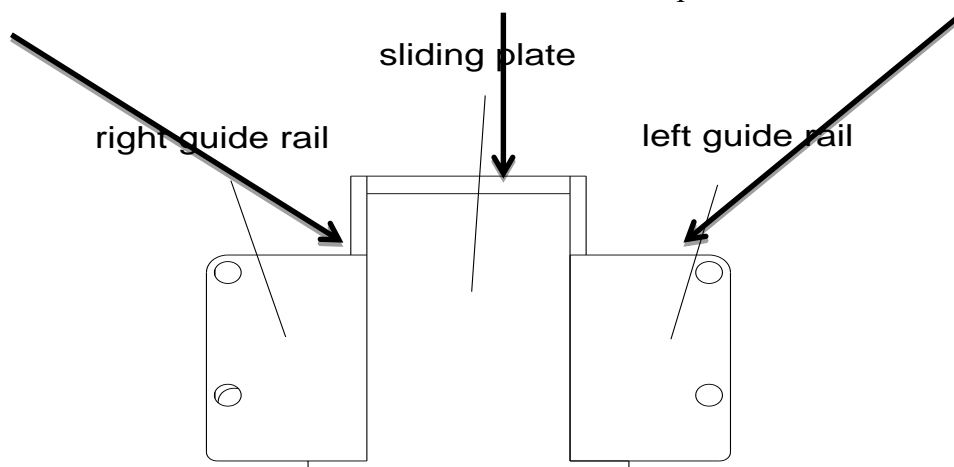
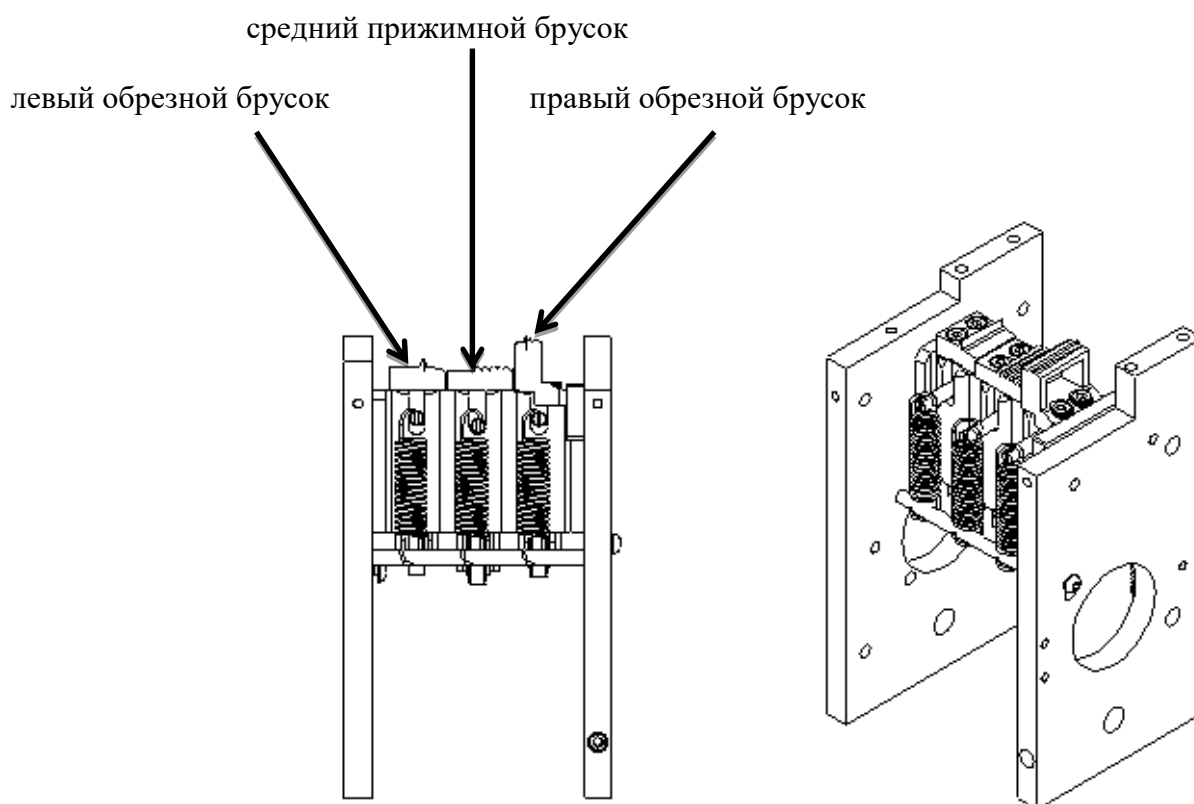

Рис. 3-4
Рис. 3-5
- Основные узлы, обозначенные на Рис. 3-4 / 3-5, должны постоянно находиться смазанными;
1. Подвижная плита (Рис. 3-4), левый обрезной брусок, средний прижимной брусок и правый обрезной брусок (Рис. 3-5) должны быть смазаны машинным маслом. Это **ОБЯЗАТЕЛЬНО !!!**
**Подвижная плита** (Рис. 3-4) находится между левой и правой направляющей. Плита должна четко располагаться в пазах между направляющими. Пазы должны быть всегда очищены и смазаны машинным маслом, чтобы обеспечить беспрепятственное гладкое скольжение плиты. Для обеспечения этого процесса необходимо:
Е – Вручную подвигайте плиту скольжения вперед/назад, чтобы удостовериться в том, что она стоит на месте; при необходимости произведите регулировку левой или правой направляющей (Рис. 3-4) для обеспечения свободного скольжения плиты;
**Обрезные и прижимной бруски** (Рис. 3-5) – одни из основных элементов обвязочной головки стреппинг-машины. Бруски двигаются вверх/вниз в специальной колодке. Движение брусков должно быть гладким и беспрепятственным. Бруски должны быть подвержены регулярной чистке и смазке. Это достигается следующим методом: